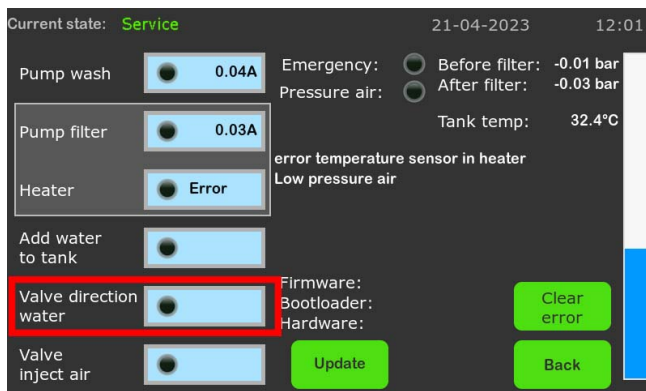
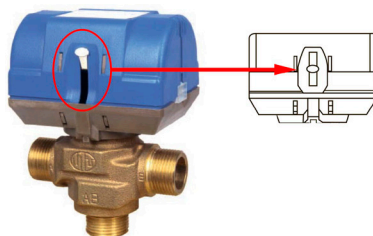

Рисунок 17
Рисунок 18
3. В меню «Service» несколько раз нажмите на кнопку «**Valve direction water**» см. рис. 17 и при этом оцените как перемещается флажок на клапанах VMR 25 см. рис. 18. У нормально работающего клапана флажок перемещается равномерно и всегда возвращается в исходное положение. Если имеются отклонения в перемещения флажка (чаще всего это зависание в среднем положении), то требуется его промывка.